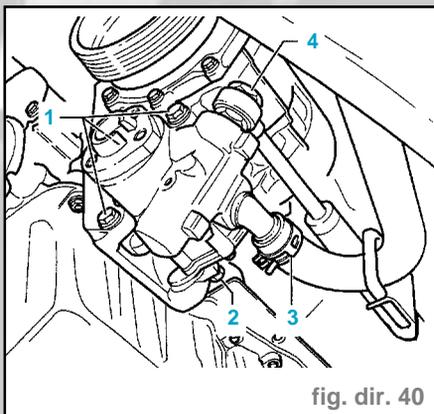

fig. dir. 40
- Débrancher le flexible d'aspiration - réservoir hydraulique/pompe à ailettes avec l'outil spécial 3094 (fig. dir. 40).
- Ouvrir le collier à lame-ressort (3) et débrancher le flexible d'aspiration.
- Dévisser le flexible de dilatation (4).
- Dévisser la pompe à ailettes du support (1) et (2).